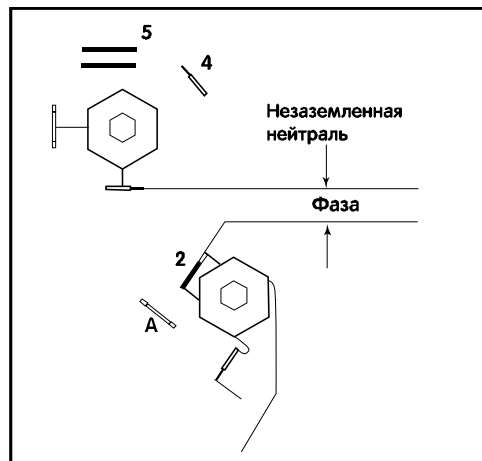

Рис. 4 – Схема соединения проводки насосного модуля
- В комплекте поставки насосного модуля электрический кабель не предусмотрен. Выполните монтаж электрического кабеля, как показано на рис. 4.
Электродвигатель насоса предназначен для работы от электросети с напряжением 100 – 240 В, частотой 60/50 Гц. Стандартный комплект поставки собран по схеме для работы от сети 100 – 200 В, 60 Гц. Если требуется другое напряжение (частота), необходимо перекоммутировать проводку электродвигателя. См. рис. 4.